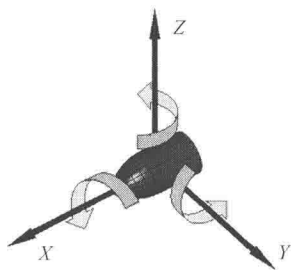

图 0-1 自由度
(2) 自由度 一个不被约束的刚性物体在空间坐标系中具有 6 个自由度:3 个为平移自由度,3 个为转动自由度。如图 0-1 所示,它能够沿 X 、 Y 和 Z 轴移动,并绕 X 、 Y 和 Z 轴转动。